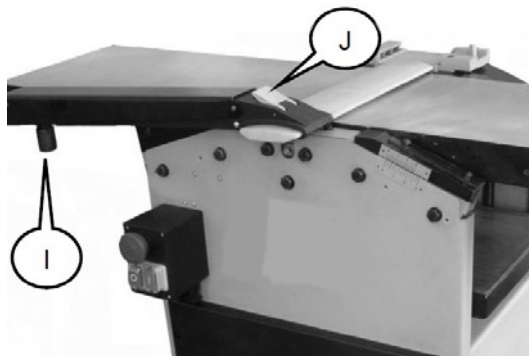

Fig. 20 : Réglage du couvercle de l'arbre de coupe
Étape 4 : Réglez la protection de l'arbre du rabot à l'aide de la vis moletée (I, Fig.20).
Étape 5 : En desserrant le bouton de verrouillage J, fig.20), il est possible de déplacer latéralement le protège-lame de la tête de coupe et d'ajuster le protège-lame à la bonne largeur.
Étape 6 : Une fois les réglages effectués, resserrez le bouton de verrouillage (J, Fig.20).